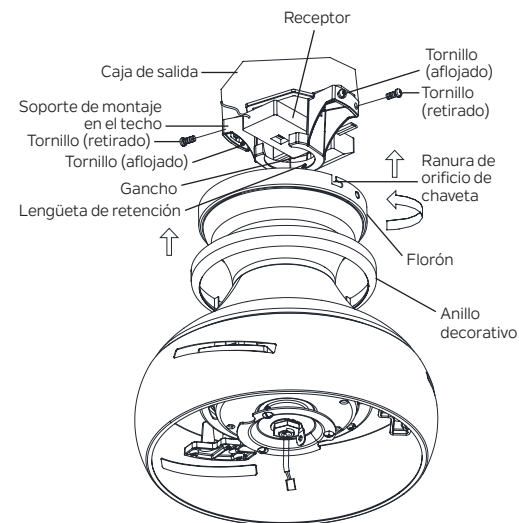

Figura 17
**Paso 2.** En la parte superior del soporte de montaje en el techo, hay 4 tornillos preinstalados (2 a cada lado). A cada lado del soporte de montaje en el techo, afloje el primer tornillo (izquierdo) apenas lo suficiente para que el tornillo pueda bloquearse en una ranura de "orificio de chaveta" del florón. Retire el segundo tornillo (derecho). **(Figura 17)**
**Paso 4.** Vuelva a instalar los 2 tornillos que se retiraron en los orificios alineados del florón y el soporte de montaje en el techo. Apriete los cuatro tornillos para asegurarlos. **(Figura 17)**